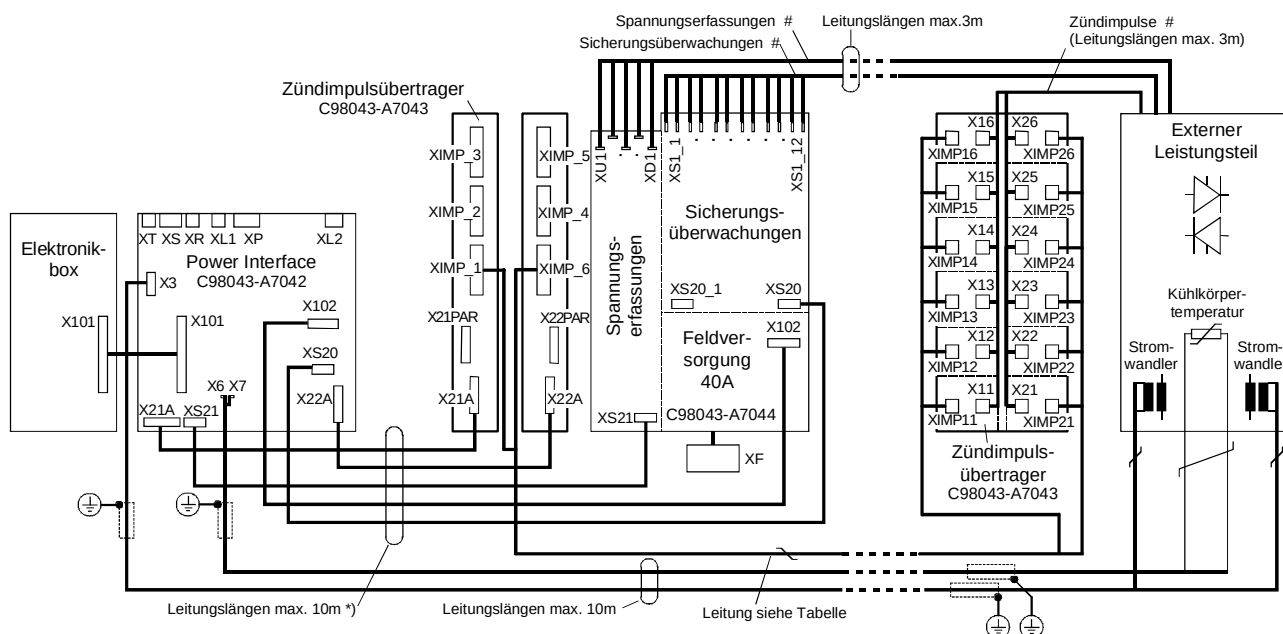

Bild 6.4.2
2. Wanne hinten und Wanne vorne übereinander oder getrennt montiert, Baugruppe C98043-A7043 geteilt (Zündimpulsübertrager beim Leistungsteil montiert), Baugruppe C98043-A7044 nicht geteilt (Bild 6.4.2)